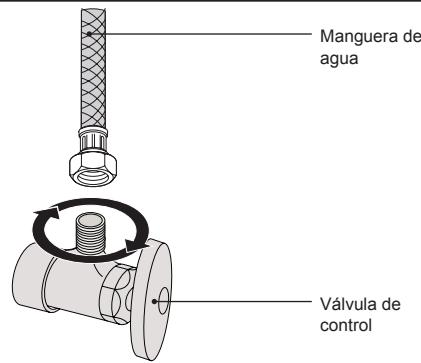

Figura 17
- ① Conecte la línea de suministro de agua a la válvula de control de agua normalmente ubicado detrás ya la izquierda cuando se enfrenta a la taza del baño (Figura 17).
- ② Abra el agua lentamente y comprobar que no existen fugas.
- ③ Si se observan las fugas, cierre la llave del agua y vuelva a apretar todas las conexiones. Gire la llave de paso.
- ④ Tire de la cadena y continuar para verificar si hay fugas. Es una buena idea comprobar si hay fugas de 3 o más días después de la instalación.